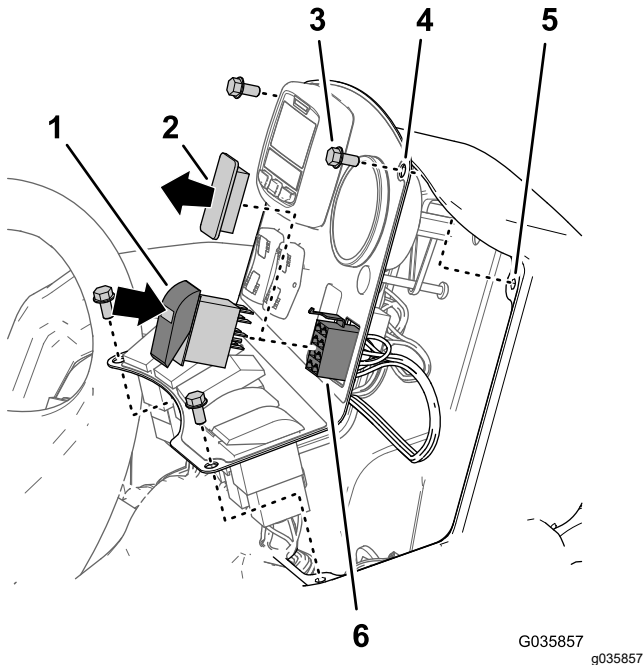

Figura 35
1. Se instalados, retire os quatro parafusos de cabeça flangeada ($\frac{1}{4}$ pol. x $\frac{1}{2}$ pol.) que prendem o painel de controlo à consola, como se mostra na Figura 35.
2. Retire a tomada do interruptor do painel de controlo da consola (Figura 35).
3. Ligue o conector de 8 tomadas do kit de acabamento Ultra Sonic Boom através da abertura no painel de controlo (Figura 35).
4. Ligue o conector de 8 tomadas do kit de acabamento Ultra Sonic Boom identificado SONIC MODE MANUAL VS. AUTO (modo Sonic manual vs. auto) ao interruptor oscilador (Figura 35).
5. Insira o interruptor oscilador na abertura do painel de controlo até o interruptor ficar bem preso (Figura 35).
6. Alinhe os orifícios no painel de controlo com os orifícios na parte superior da consola (Figura 35).
7. Instale o painel na consola com os 4 parafusos (Figura 35) que removeu no passo 1.